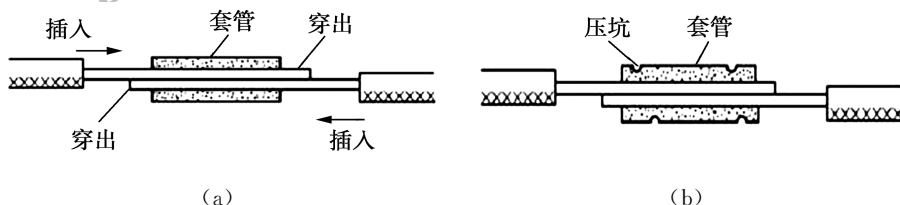

图 2-25 导线的压接
①根据多股导线规格选择合适的套管,套管截面有圆形和椭圆形之分。圆截面套管内可以穿入 1 根导线,椭圆截面套管内可以并排穿入 2 根导线。
②用钢丝刷清除铝芯线表面及套管内壁的氧化层或其他污物,并在其外表涂上一层中性凡士林。
③将两根导线线头相对插入套管内,并使两线端穿出套管 25~30mm,如图 2-25(a)所示。
④按图 2-25(b)所示进行压接。压坑的数目与连接点所处的环境有关,通常情况下,室内为 4 个,室外为 6 个。